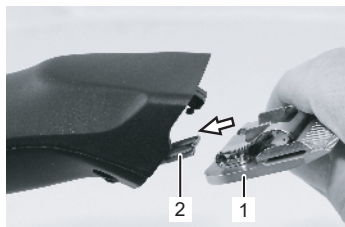

図 17
6. 好みのバリカンヘッドをブレードヒンジにはめ込みバリカンへ軽く押し付けます(図17、18、19)。